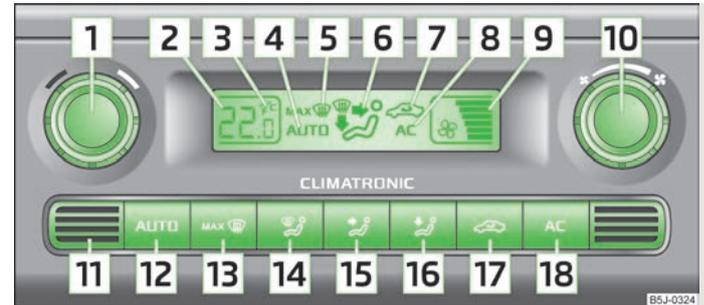

Fig. 74 Climatronic: Comandi
- > **AC** **18** » fig. 74 si attiverà.
- > Premere il tasto **AUTO** **12** » fig. 74.
Premere contemporaneamente i tasti **AUTO** e **AC** » fig. 74 e mantenerli premuti. Sul display vengono visualizzati i valori nell'unità di misura desiderata.
Nella parte inferiore del dispositivo è presente un sensore per la rilevazione della temperatura interna **11** » **fig. 74**. Non applicare adesivi né coprire il sensore, in quanto ciò potrebbe influenzare il buon funzionamento di Climatronic.
- Premendo il tasto **AUTO** **12** » **fig. 74** nel display comparirà **AUTO**.
- Dopo l'inserimento dell'accensione, con la manopola **1** » **fig. 74** è possibile impostare la temperatura per entrambe le parti.
- Premendo il tasto  **17** si accenderà il simbolo » **fig. 74** sul display .
- Premendo nuovamente il tasto  **17** il simbolo » **fig. 74** sul display si spegnerà .
- Ruotare la manopola **10** verso sinistra (riduzione del numero di giri della ventola) o verso destra (aumento del numero d» **fig. 74** i giri della ventola).
> Premere il tasto   » fig. 74.
> Premere nuovamente il tasto   oppure il tasto » fig. 74 .